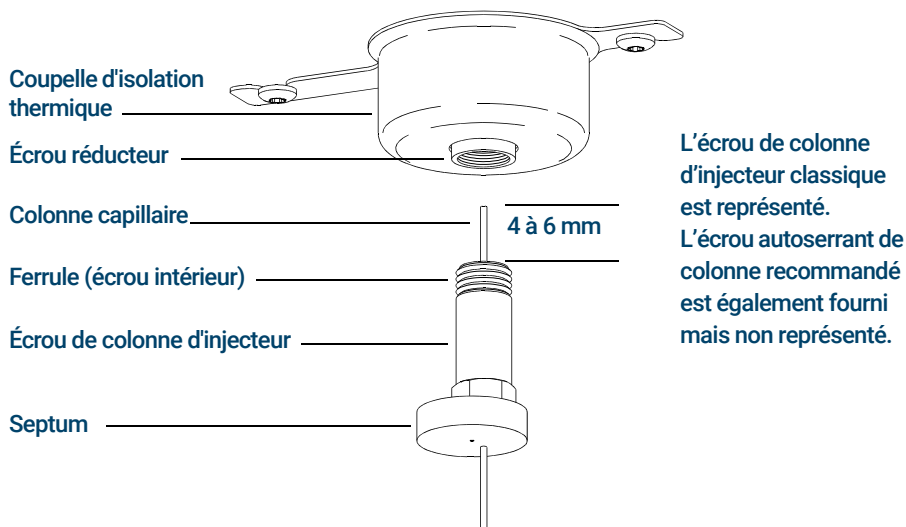

Figure 20. Installation d'une colonne capillaire dans un injecteur avec/sans division (split/splitless)
- 7 Positionner la colonne pour qu'elle dépasse de 4 à 6 mm l'extrémité de la ferrule. (Voir **Figure 20**.)